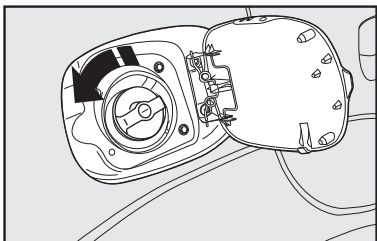

fig. 100
- segure a tampa e gire a chave no sentido anti-horário (algumas versões); prossiga girando a tampa **fig. 100** até o seu completo desalojamento;